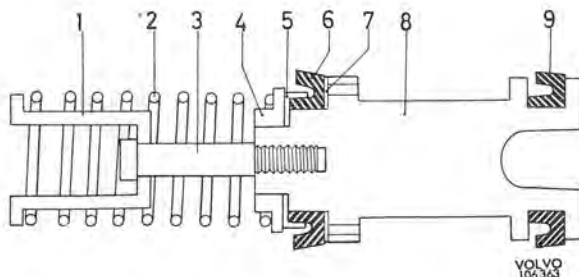

Bild 56. Primärkolv
3. Montera på primärkolven den tunna brickan (7 bild 56), packningen (6) och stödringen (5). Hur detaljerna skall vändas framgår av bilden. Sätt fjäder (2) med fjädertallrik (4) och hylsa (1) på primärkolven. Tryck ihop fjädern och dra skruven (3) i botten. Åtdragningsmoment 0,2—0,3 kpm. Sätt packningen (9) på primärkolven och vänd enligt bild 56.